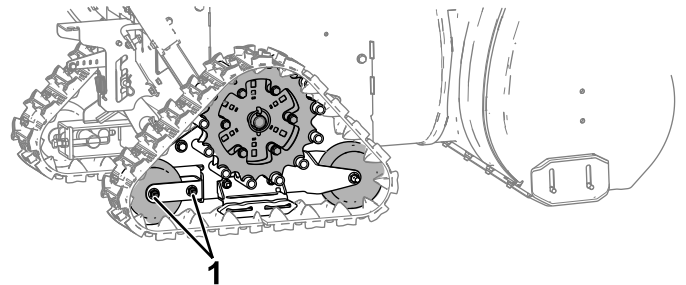

Figura 26
- A. Slăbiți ușor piulițele de pe furca rolei din spate (Figura 26).